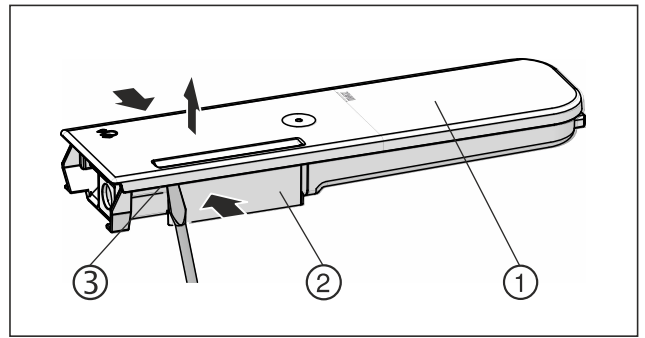

Fig. 146
- ▶ Притисніть бак для води Fig. 146 (2), обережно підчепіть і потягніть угору кришку Fig. 146 (1) за допомогою фіксувальних язичків Fig. 146 (3).
- ▶ Обережно порухайте кришку Fig. 146 (1) вперед-назад і зніміть її вгору.